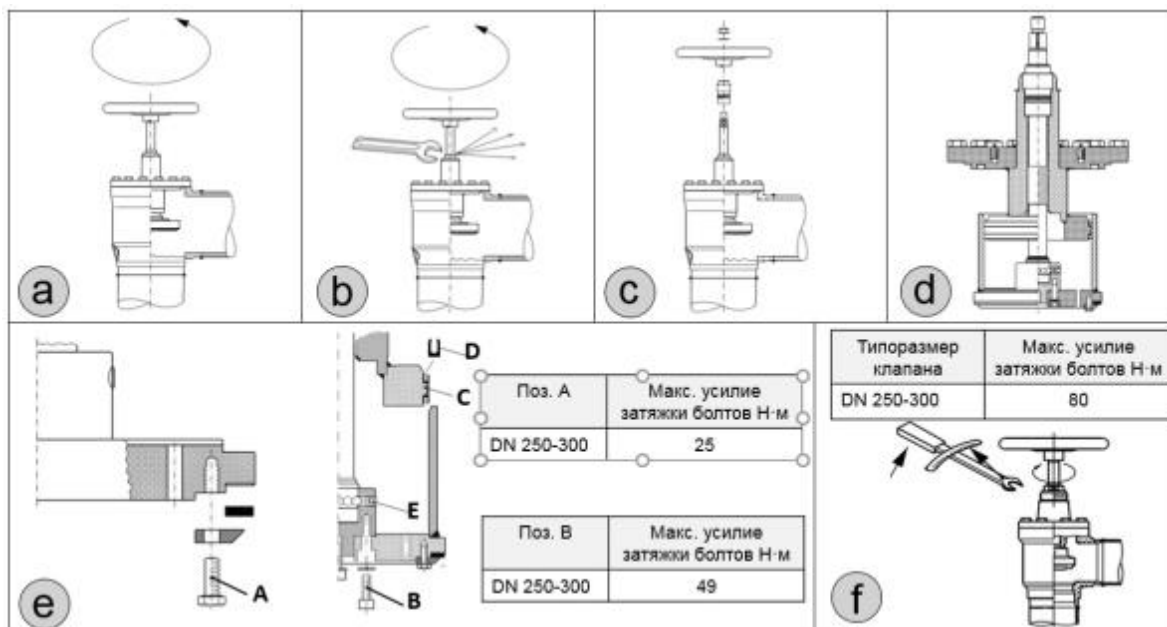

Рис. 6 Техническое обслуживание
- Для начала необходимо вывернуть шток запорного органа до полного открытия клапана (рис. 6а).
- В некоторых случаях за сальником может возникнуть избыточное давление. Для выравнивания (сброса) давления необходимо закрепить шток запорного органа (маховик) в неподвижном состоянии и медленно откручивать сальниковое уплотнение при помощи ключа (рис. 6б)
- После сброса давления можно снять маховик (если он имеется) и сальник (рис. 6с).
Тефлоновое кольцевое уплотнение можно снять, открутив болт (поз. А, рис. 6е). Если тефлоновое уплотнение имеет незначительные повреждения, его можно перевернуть и использовать обратную часть его поверхности. В случае, если кольцевое уплотнение деформировано или имеет глубокие повреждения (более 1 мм.) его необходимо заменить полностью. При установке тефлонового уплотнения болт «поз. А» необходимо затягивать динамометрическим ключом с усилием затяжки, указанным в таблице на рисунке 6е.
Замена U-образного уплотнения или шариков конуса (рис. 6 е)
Перед сборкой клапана удалите из корпуса грязь. Убедитесь, что уплотнительные кольца не повреждены. Перед тем как установить запорную часть клапана в корпус, необходимо полностью выкрутить шток (рис.6, а), т.е. после сборки клапан SVA будет полностью открыт.